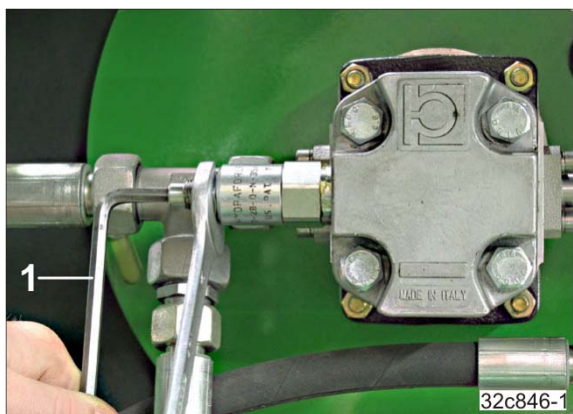

Рис. 140
1. Ослабьте контргайку (Рис. 140).
- 2.1 Поверните винт с помощью торцового шестигранного ключа (Рис. 140/1) в нужную сторону.
2. Установите заданную частоту вращения вентилятора с помощью (Рис. 140/1) на редукционном клапане. Не допускайте превышения вращения вентилятора в 4000 об/мин.